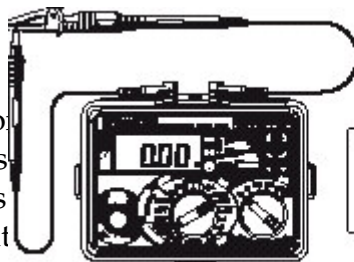

Fig 2
- (1) Sélectionnez le test de continuité par le commutateur rotatif des fonctions.
- (2) Court-circuitez les pointes de touche des cordons (fig. 2) et pressez et verrouillez le bouton de test. L'afficheur indique la résistance des cordons.
- (3) Appuyez sur la touche Auto Null/Uc pour remettre à zéro la résistance des cordons.
- (4) Relâchez le bouton de test. Appuyez sur le bouton de test et vérifiez d'abord si l'afficheur indique zéro avant de procéder. En utilisant la fonction de remise à zéro de continuité, le symbole "ohm" clignote. La valeur zéro est mémorisée malgré que le sélecteur des fonctions soit positionné sur OFF. La valeur zéro mémorisée peut être effacée en déconnectant les cordons et en appuyant sur la touche Auto Null/Uc lorsque le bouton de test est en position enfoncée ou verrouillée.